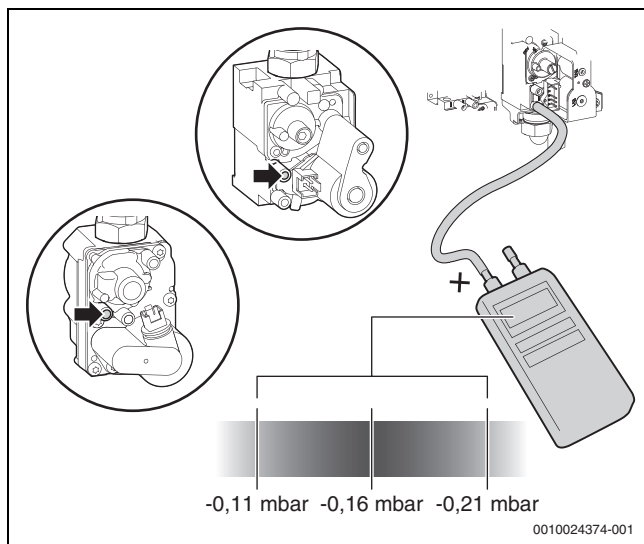

Fig. 59 Măsurarea presiunii diferențiale
- Măsurați presiunea diferențială a vanei de gaz (→ Fig. 59). Presiunea diferențială optimă este de -0,16 mbar.